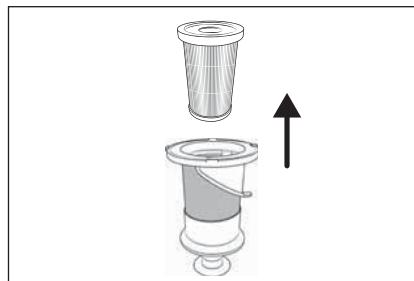

Fig. 24
- Rimuovere il filtro EPA **5** dal filtro in acciaio inox **6** afferrando il filtro EPA **5** dall'apertura e tirandolo fuori dal filtro in acciaio inox **6** (vedere fig. 24).